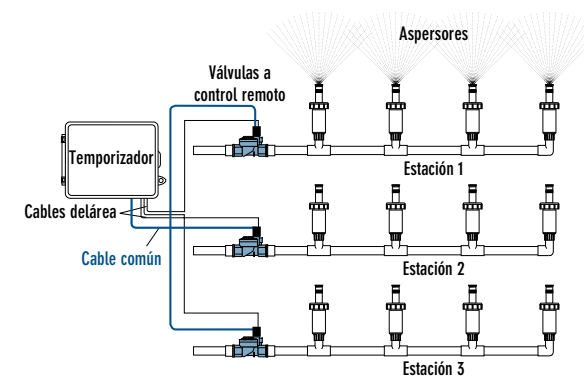

Figura 13: conexión de los cables del aspersor a las válvulas
- Conecte un cable de cada válvula (no importa cuál) con un cable «común» del aspersor (generalmente blanco). [Ver la Figura 13]